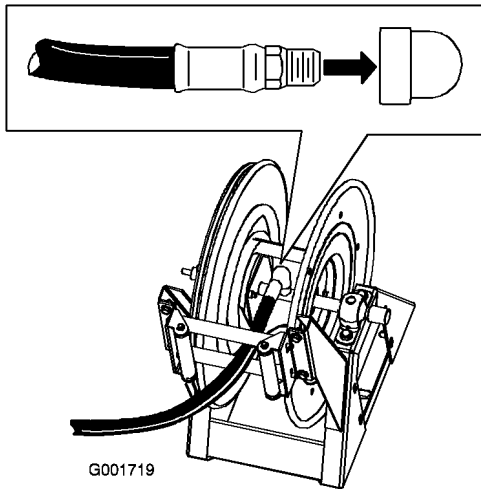

Bild 32
- Wickeln Sie Teflonband um das Gewinde an der Schlaucharmatur am langen Schlauch und setzen Sie die Armatur in das Anschlussrohr am Wagen ein (Bild 32).